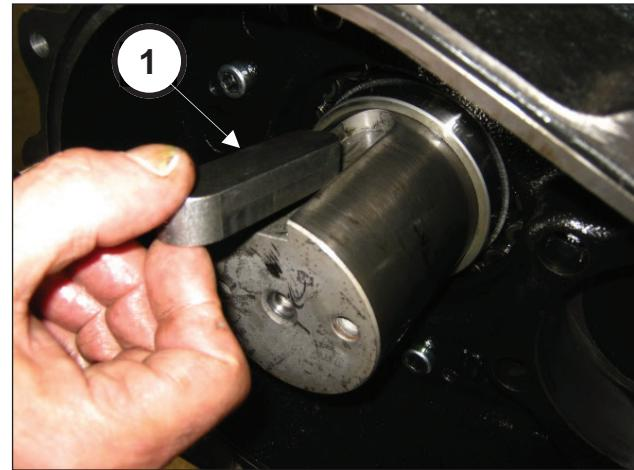

Abb. 74
Montieren Sie die Passfeder 22x14x80 in den Wellensitz (Pos. ①, Abb. 74).